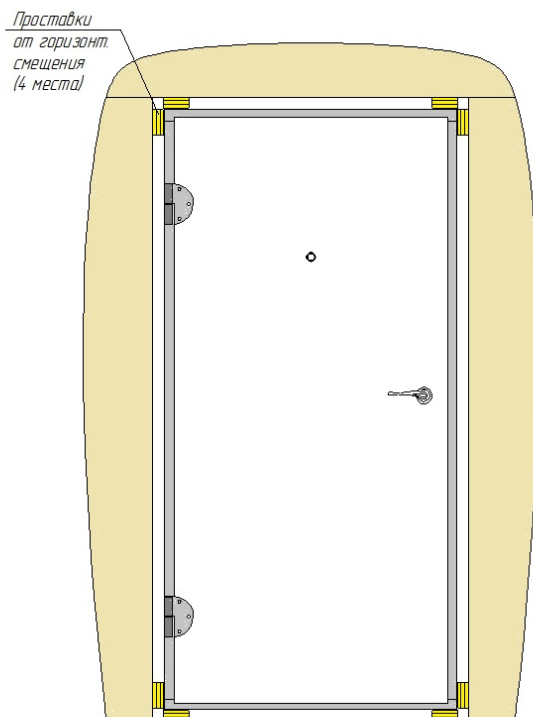

Рис. 3
1.2. Зафиксировать коробку проставками еще в четырех точках для предотвращения горизонтальных смещений. Проставки необходимо забивать строго напротив верхней перемычки и порога коробки во избежание деформаций конструктивных элементов (РИС.3).